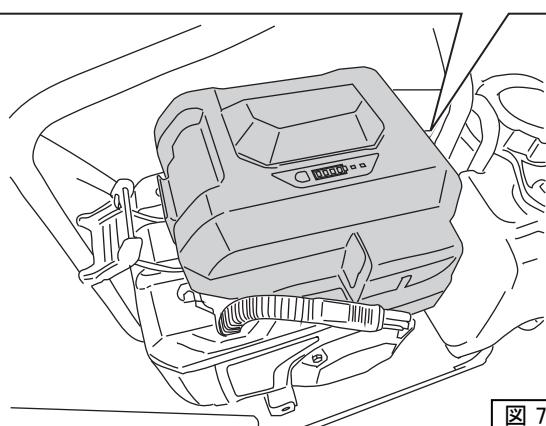

図 7
2. バッテリートレイにバッテリーを搭載します。必ずバッテリーのツメをバッテリーフックの奥まで引っ掛けてください。(図7)